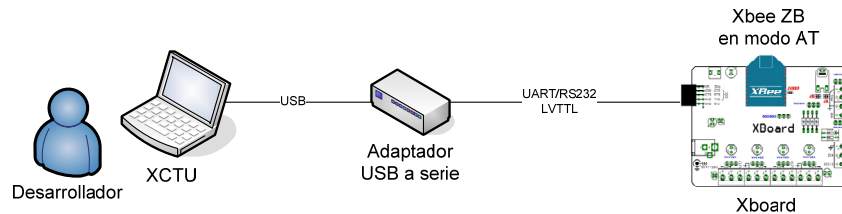

Fig. 3. Manejo del módulo XBee ZB mediante comandos AT.
2. Utilizando el software XCTU y comandos AT, configurar dos entradas como canales de conversión AD. Utilizar el comando ATIS para leer las entradas. Describir el significado de la información devuelta por el módulo luego del envío de este comando. Ver Fig. 3.